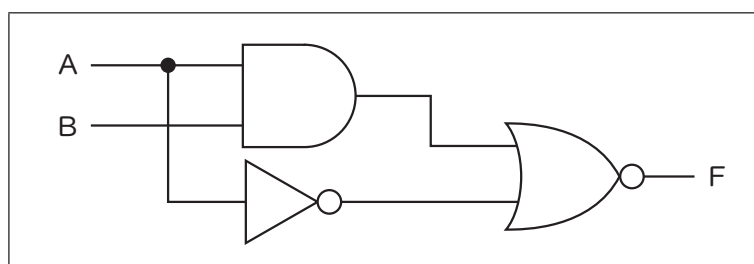

図 2
(7) 次の図 2 に示す論理回路に対応した論理式として、最も適切なものを 1 ～ 5 から一つ選べ。